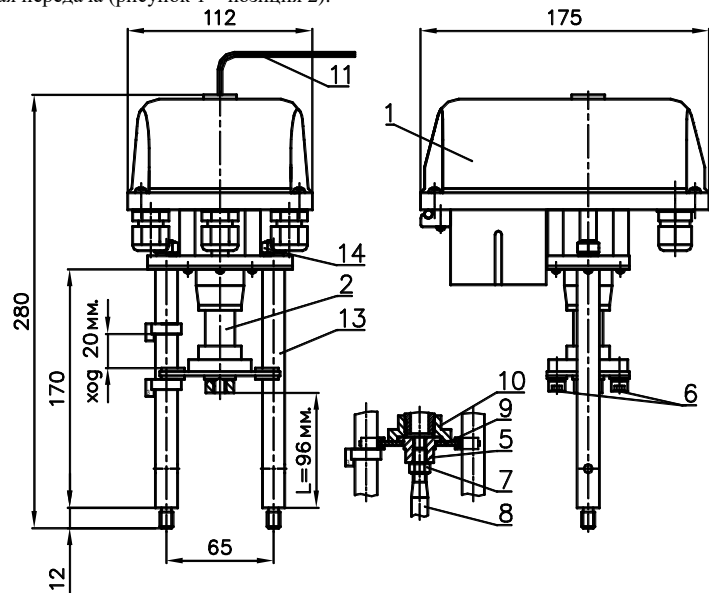

Рисунок 1 - ВЭП-131МВ
- электропривод (рисунок 1 – позиция 1);
- винтовая передача (рисунок 1 – позиция 2).
Электропривод (рисунок 1, 2) выполнен на базе шагового электродвигателя 3, питание и управление которым осуществляется от платы управления 4, обеспечивающей его работу в заданном режиме, а также его отключение при нагрузке больше усилия отключения. ЭИМ имеет три режима работы: калибровки, слежения, ручной. Индикация работы осуществляется светодиодным индикатором 12. Постоянное свечение - работа, мигание - авария. При пропадании сетевого питания и включенной функцией самовозврата ЭИМ, за время не более 45 с, устанавливается в положение, заданное переключателем 15 (нижнее или верхнее).